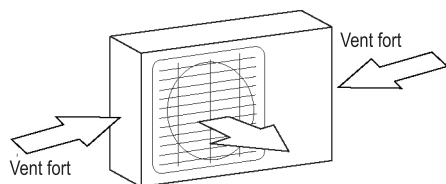

Fig. 5.1
- ☑ Si le lieu d'installation est exposé à des vents forts (par exemple, en bord de mer), placez l'unité contre un mur pour la protéger. Si nécessaire, utilisez un auvent. (Voir Fig. 5.1 et 5.2.)